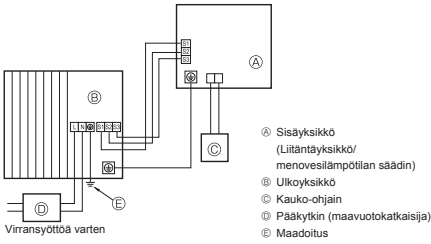
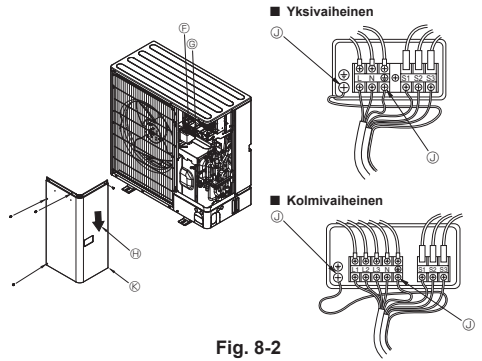

Fig. 8-1
Fig. 8-2
8.1. Ulkoyksikkö (Fig. 8-1, Fig. 8-2)
① Irrota huoltopaneeli.
② Johdota kaapelit Fig. 8-1 ja Fig. 8-2 mukaisesti.